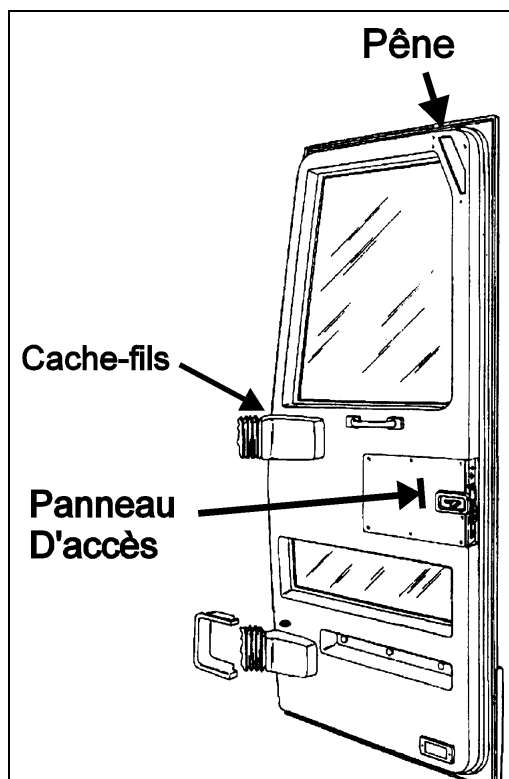

FIGURE 1: PORTE D'ENTRÉE
1. Sur la partie intérieure de la porte d'entrée, enlever le panneau d'accès, le pêne, le cache-fils, la rampe et les deux panneaux avants du véhicule afin de mettre à jour le tube du pêne et les fils de la porte (Fig. 1 et 2).